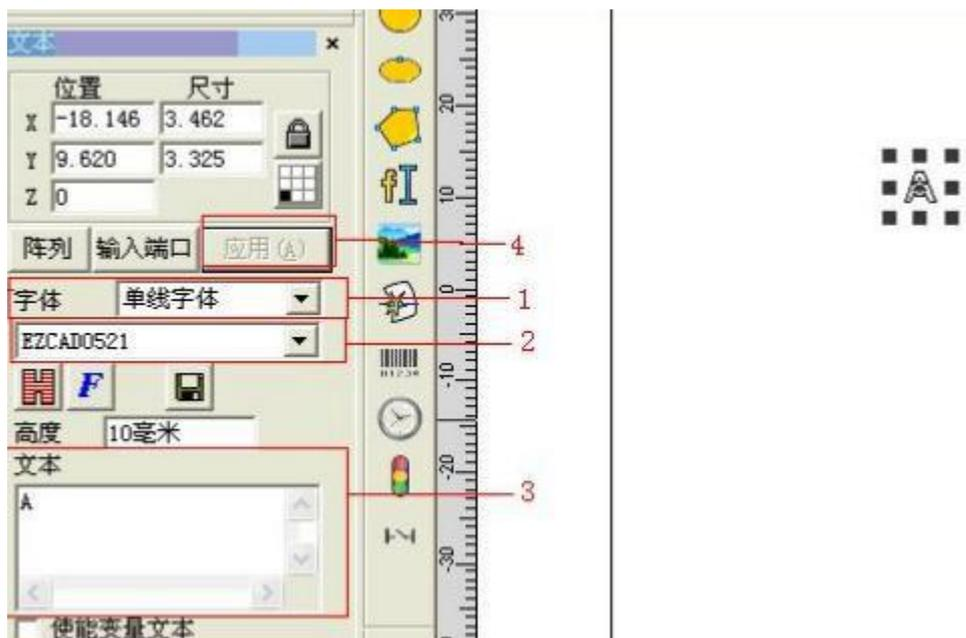

图 5-27 JSF 字体编辑
6 退出 JSF 字体对话框，重启软件，在文本属性栏中的文字类型里选择“单线字体”，在下面的下拉单中选择我们新建的“EZCAD1013”字体，在文本输入框内输入“A”，点击“应用 (A)”即可编辑出符合我们要求的字符 A。如图 5-27，是本次操作流程。